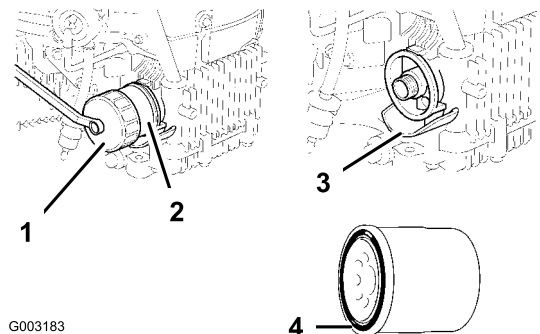

Figure 28
9. Changez le filtre à huile au besoin (Figure 28).
2. Enlevez le filtre usagé avec une clé pour filtres à huile. Essuyez la surface de montage du filtre (Figure 28).
3. Appliquez une fine couche d'huile propre sur le joint en caoutchouc du filtre de rechange (Figure 28).
4. Montez le filtre à huile de rechange sur la base à la main. Tournez le filtre dans le sens horaire jusqu'à ce que le joint touche la base du filtre, puis donnez 7/8 tour supplémentaire (Figure 28). Couple de serrage du filtre à huile : 20-24 Nm (15-17 lb)